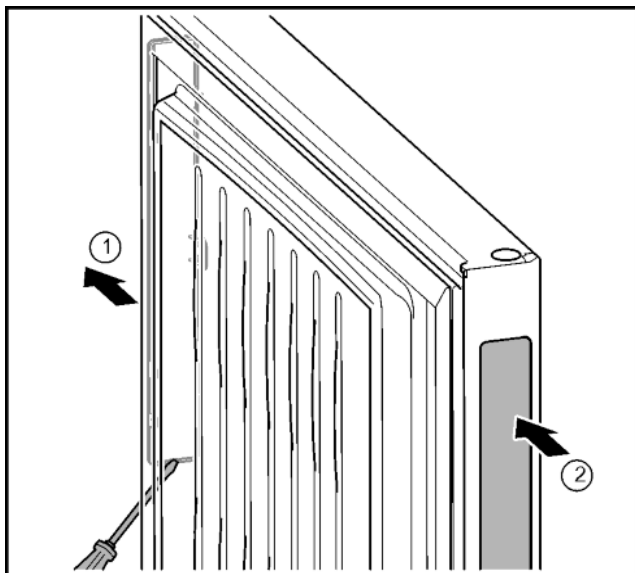

Fig. 21
- ▶ С помощью шлицевой отвертки снять крышку вспомогательного механизма открывания двери с противоположной стороны. Fig. 21 (1)
- ▶ Вставить в образовавшееся отверстие. Fig. 21 (2)